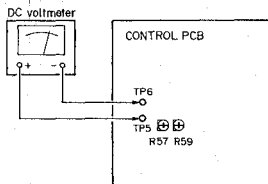

Fig. 4-9 Photo sensor adjustment (1)
1. Connect DC voltmeter as shown in Fig. 4-9.
1. DC 電圧計を Fig. 4-9 のように接続する。